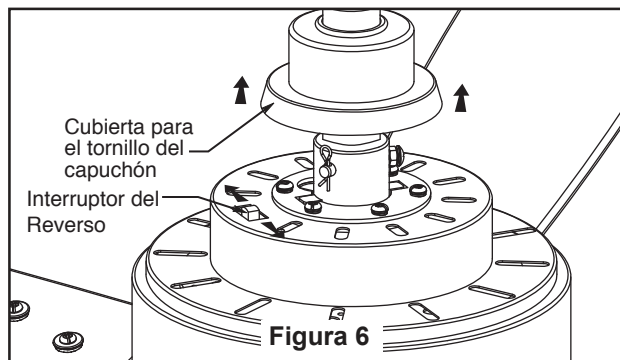

Figura 6
Asegure el vidrio en la ensamble de kit de luz girándolo en el sentido de las agujas del reloj y sin apretar demasiado. (Figura 6)
6. Si se desea que el flujo del aire vaya en la dirección opuesta, apague el ventilador y espere a que se detengan las palas. Deslice la carcasa de la cubierta para visualizar el interruptor del reverso. Deslice el interruptor del reverso ubicado en la parte superior del motor hacia la posición opuesta y encienda de nuevo el ventilador. (Figura 6)